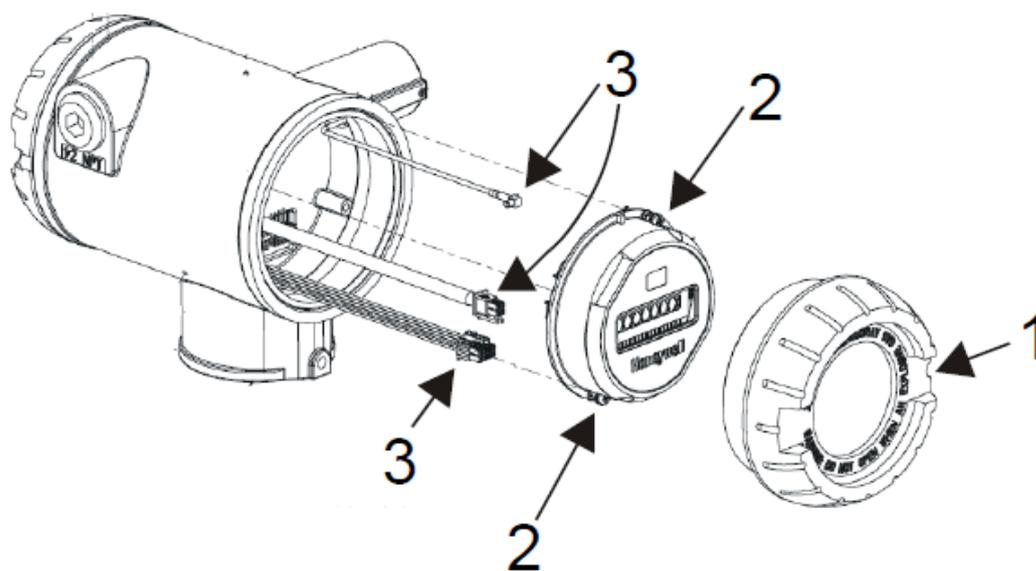

Figura 9 Remoção e substituição do módulo do sensor.
2	Solte o parafuso de ajuste de trava M3 na tampa final. Consulte o item 1 na Figura 9. Desparafuse e remova a tampa final.
3	Solte os dois parafusos no módulo do sensor. Consulte o item 2 na Figura 9.
4	Desconecte cada conector do modulo do sensor. Consulte o item 3 na Figura 9.